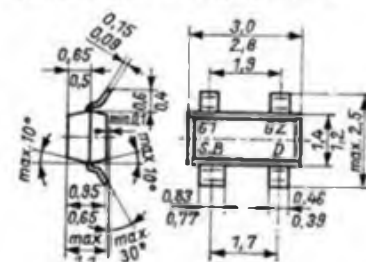

Bild 3: Maßbild und Anschlußbelegung für die SME-Typen
- Die Typen SME 992 (für UKW-Anwendung), SME 994 (für VHF-Anwendung) und SME 996 (für UHF-Anwendung) werden im Gehäuse SOT 143 (Bild 3) geliefert.